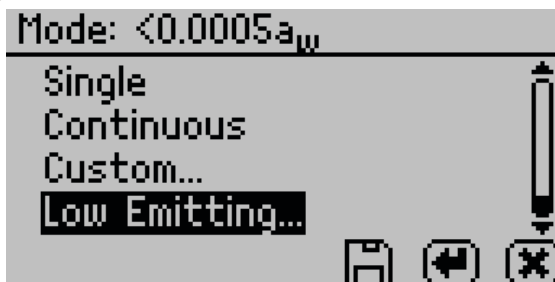

Figure 42 Low-Emitting mode screen
- Chế độ **Low-Emitting** cho phép tùy chọn tăng tốc thời gian kiểm tra bằng cách điều chỉnh giá trị kích hoạt cân bằng (Figure 42).